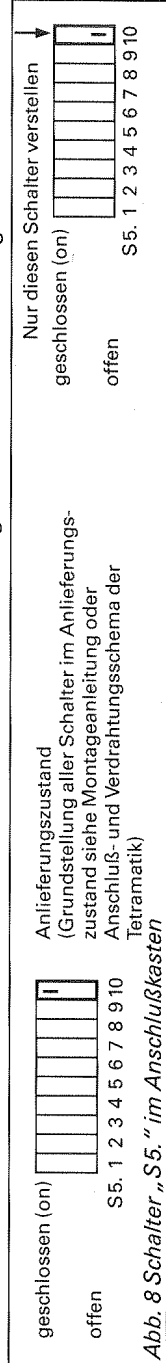

Abb. 8 Schalter „S5.“ im Anschlußkasten
3. Schalter „S5.10“ nach unten (offen) stellen (Abb. 8).